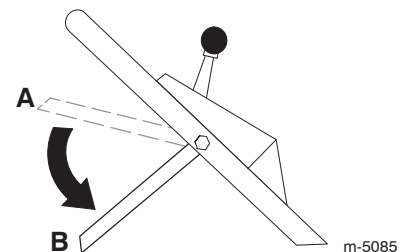

Figura 17
10. Suelte la barra de control de la cuchilla; consulte la posición B de la Figura 17. Debe oír un ruido fuerte. La cuchilla debe detenerse en 3 segundos.
2. Mueva la barra de control de la cuchilla a su posición más baja (Posición **B** de la Figura 17).